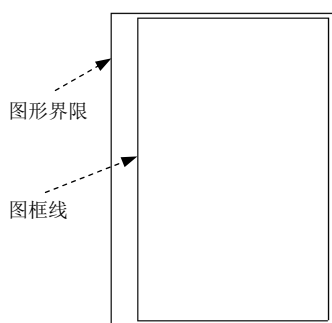
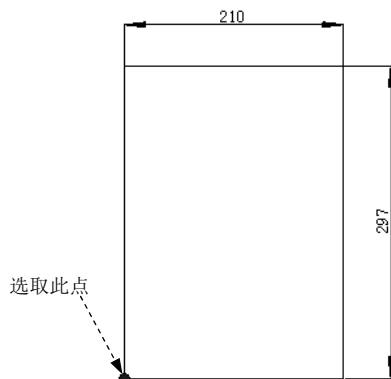

图 3.3.2 图形界限和图框线
图 3.3.3 绘制矩形
Step4. 添加图 3.3.2 所示的图形界限和图框线。
(1) 删除原有的图形及文字。框选所有的直线及文字，按下 Delete 键，将其删除。
(2) 绘制矩形。选择下拉菜单 **工具(T) → 草图绘制实体(K) → 边角矩形(R)** 命令，绘制图 3.3.3 所示的矩形，并添加尺寸约束。
(3) 固定图形界线。选中图 3.3.3 所示矩形的左下角点，在图 3.3.4 所示的“点”对话框的 **参数** 区域中设定点的坐标为 (0, 0)，并在 **添加几何关系** 区域中单击 ☒ **固定(F)** 按钮，将点固定在原点上。
(4) 绘制图框线并添加尺寸约束。在图 3.3.3 所示的矩形内侧绘制一矩形，并添加图 3.3.5 所示的尺寸约束。